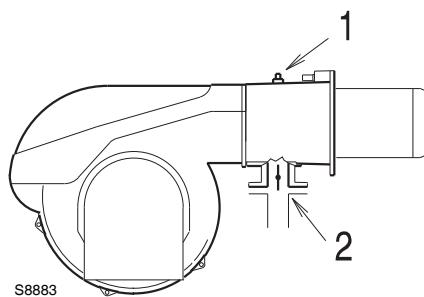

图 26
测试点 1)(图 26) 处测得的燃气压力, 此时:
燃气蝶阀2)(图26) 处的压力损失, 此时蝶阀最大开启角度为: 90°。
- 用测试点 1)(图 26) 处测得的燃气压力减去炉膛背压。
了解测试点 1)(图 26) 处所需燃气压力, 将燃烧器以最大出力运行, 然后:
- 读出右边栏 1 所示插座压力 1)(图 26)。
测试点 1)(图 26) 处压力。
- 将燃气阀组管路中的空气排净，连接一个塑料管到最小燃气压力开关的压力测试点 1)（图 26）。将该塑料管伸到建筑物外，可以闻到燃气的味道。